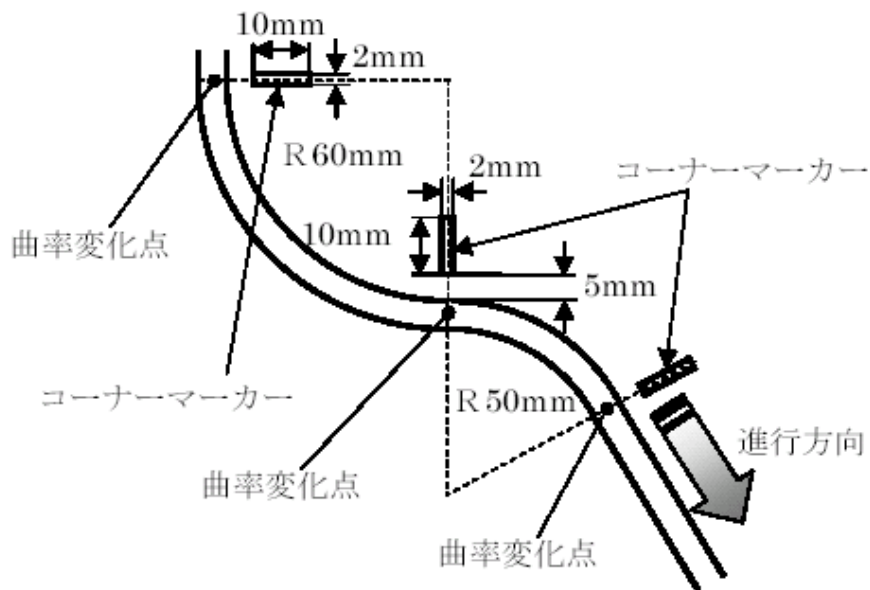

図6 コース円弧部分、コーナーマーカーの形状
- 3-6 コースの曲率が変わる地点には、進行方向左側の定められた位置（図6参照）にコーナーマーカーが白色で示されている。
- 3. コースは、曲率の変化する円弧が連続する場合もある。(図6参照)